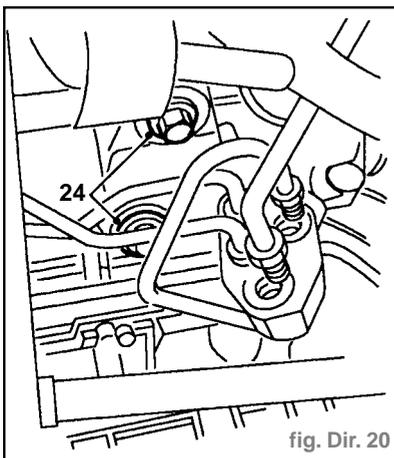

fig. Dir. 20
- Enlever l'attache (19) maintenant la goupille cylindrique de la barre de sélection.
- A l'aide d'un pointeau approprié, chasser la goupille cylindrique (20) maintenant la barre de sélection sur l'axe.
- Dégager la barre de sélection (21) de l'axe.
- Enlever les 2 boulons à bride (24) maintenant la crémaillère de direction sur la poutre arrière (Fig. Dir. 20).